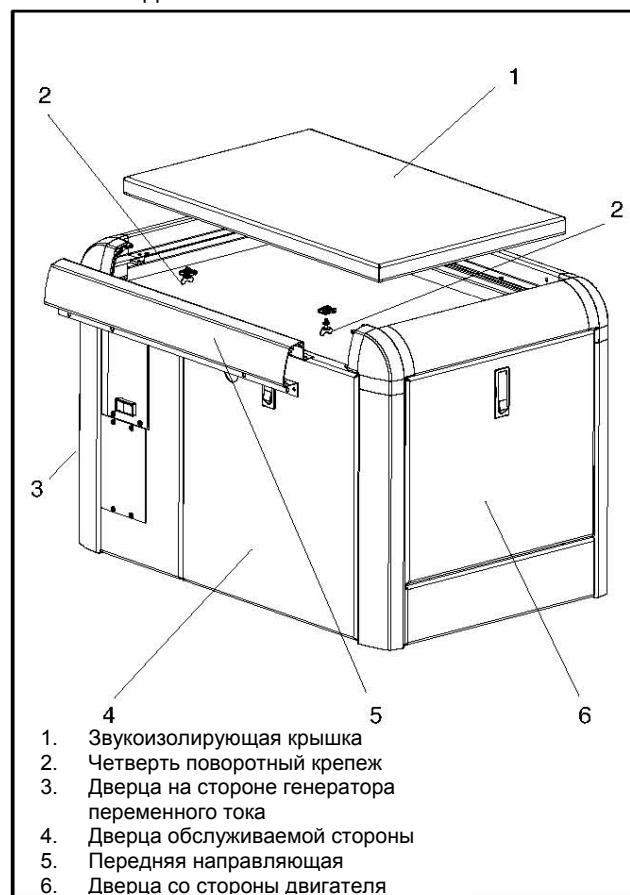

Рисунок 9-1 Снятие звукоизолирующей крышки
5. **Модели со звукоизоляцией:** Ослабить два четверть оборотных крепежных элемента под крышкой. См. Рисунок 9-1.